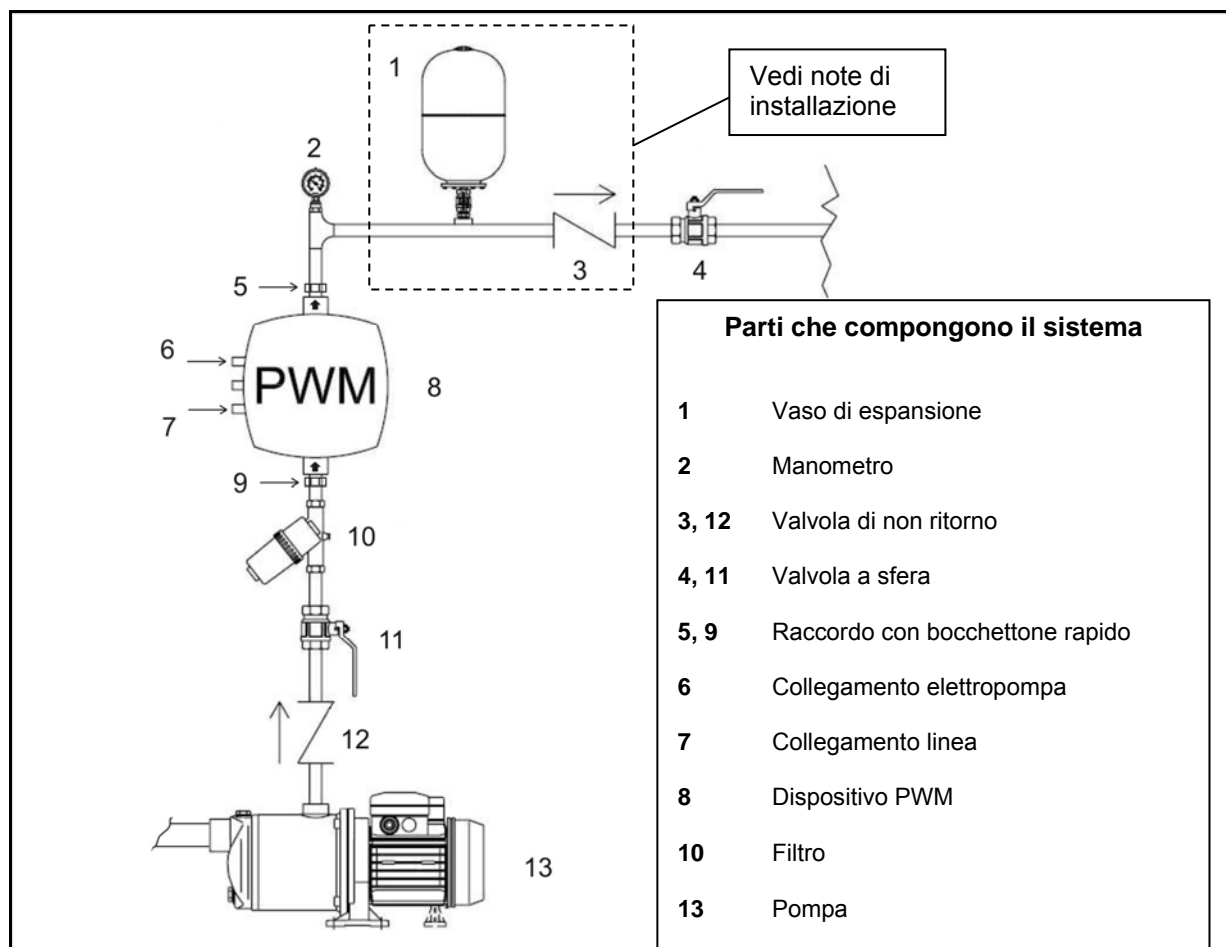

Figura 1: Schema idraulico
Installare **obbligatoriamente** una valvola di ritegno sulla tubazione tra la pompa e il PWM come in Figura 1 parte n° 12.
In tutti gli impianti in cui c'è la possibilità che si verifichino colpi d'ariete (ad esempio irrigazione con portata interrotta improvvisamente da elettrovalvole) si consiglia di montare un'altra valvola di ritegno dopo il PWM e un vaso di espansione tra la valvola di ritegno e il PWM (vedi Figura 1 parti n° 1 e 3). La valvola tra la pompa e il PWM di cui sopra (12), **rimane una necessità**.